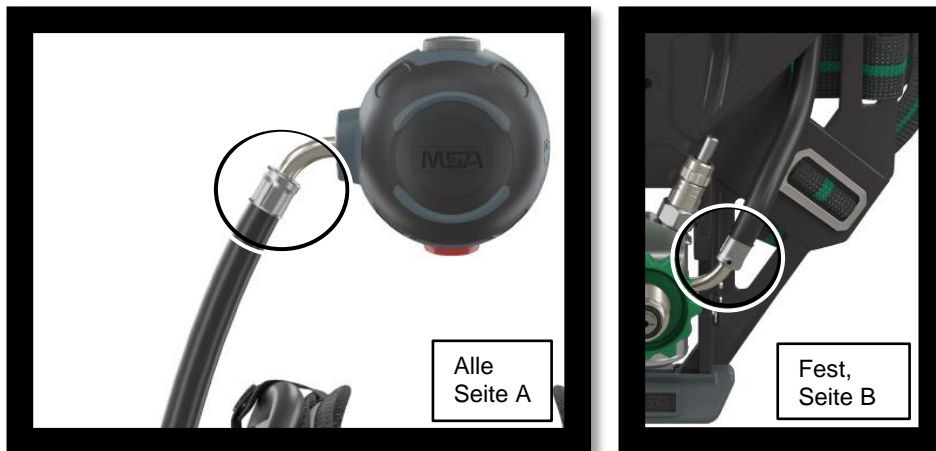

Abbildung 3 – Prüfung des Schlauchs am Druckminderer der zweiten Stufe
1. Schlauchbaugruppe des Druckminderers der zweiten Stufe (Lungenautomat) (Abbildung 3)